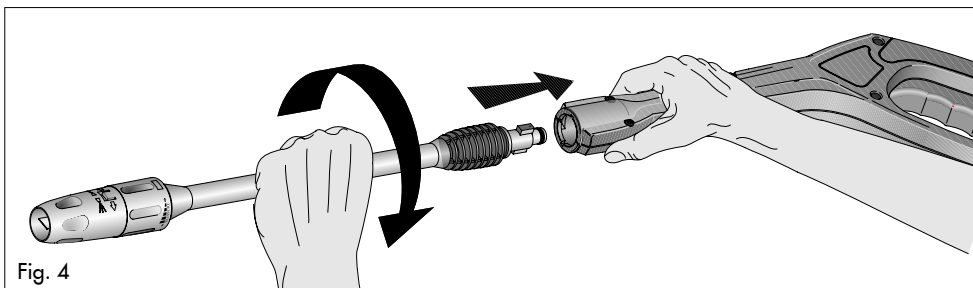

Fig. 4
6. Insert the required wand into the gun's quick connect coupling by pushing firmly and twisting wand $\frac{1}{4}$ of a turn to lock into place. (Fig. 4)
6. Introduzcan el tubo en la unión rápida empujando energicamente y luego girando el tubo de $\frac{1}{4}$ de vuelta para bloquearlo en su lugar. (Fig. 4)